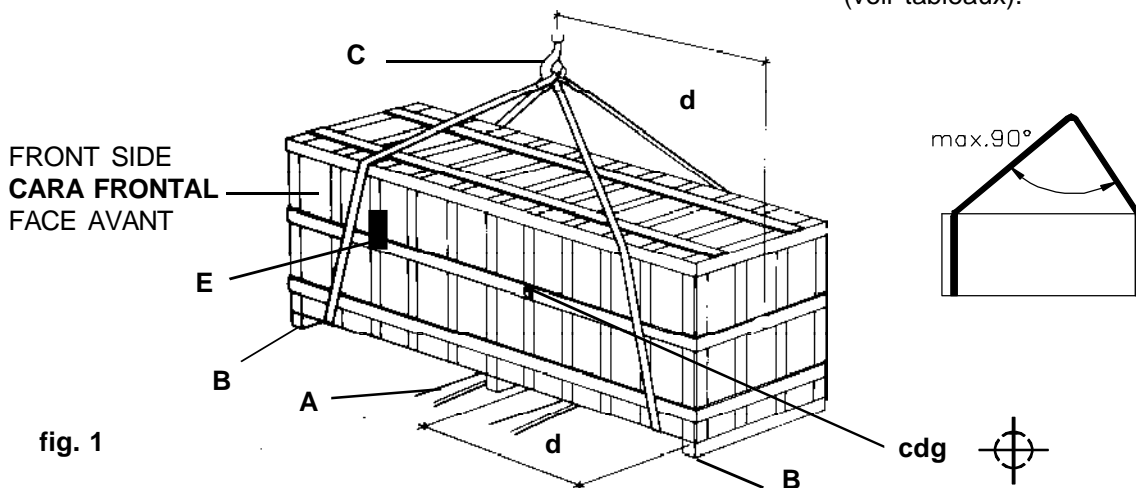

fig. 1
- * TO NOT OVERLOAD THE SLINGS, THE ANGLE FORMED BETWEEN THEM MUST ALWAYS BE LESS THAN 90°. ALWAYS ENSURE THE SLINGS ARE LONG ENOUGH (refer to fig. 1).
- * PARA NO CARGAR EXCESIVAMENTE LAS ESLINGAS, EL ANGULO FORMADO ENTRE ELLAS DEBE SER SIEMPRE INFERIOR A 90°. UTILIZAR ESLINGAS DE LONGITUD SUFICIENTE (ver fig. 1).
- * POUR DIMINUER LA CHARGE SUR LES ESLINGUES IL FAUT QUE L'ANGLE FORMÉ ENTRE ELLES SOIT TOUJOURS INFERIEUR A 90°. UTILISER DES ELINGUES DE LONGUEUR SUFFISANTE (voir fig. 1).
THE FRONT SIDE IS DISTINGUISHED BY THE LABEL INDICATING WEIGHTS AND CENTRE OF GRAVITY ON IT (fig. 1/E).
- * A lift truck (**fig. 1/A**) (refer to caution at the beginning of this section), taking into account the centre of gravity position (**cdg**) indicated by **d** distance on **fig. 1** and the weight (refer to charts).
- * Rotatory plates (**fig. 1/B**) (refer to caution at the beginning of this section) under the crating base (be sure the crating base does not slide).
- * A crane and two resistant slings (**fig. 1/C**) (refer to caution at the beginning of this section), placed under the crating base, taking into account the centre of gravity position (**cdg**) indicated by **d** distance on **fig. 1** and the weight (refer to charts).
LA CARA FRONTAL DE LA MAQUINA SE DISTINGUE PORQUE EN ELLA ESTA COLOCADA LA ETIQUETA INDICADORA DE PESOS Y CENTRO DE GRAVEDAD (fig. 1/E).
- * Una carretilla elevadora (**fig. 1/A**), (ver atención al inicio del apartado), teniendo presente la posición del centro de gravedad (**cdg**) indicada por la distancia **d** de la **fig. 1** y el peso (ver tablas).
- * Tanquetas (**fig. 1/B**) (ver atención al inicio del apartado) colocadas bajo la base del embalaje (asegurarse de que la base del embalaje no deslice).
- * Una grúa y dos eslingas resistentes (**fig. 1/C**) (ver atención al inicio del apartado), pasadas por la parte inferior de la base del embalaje y teniendo en cuenta posición del centro de gravedad (**cdg**) indicada por la distancia **d** de la **fig. 1** y el peso (ver tablas).
LA FACE AVANT DE LA MACHINE EST RECONNAISSABLE A L'ETIQUETTE INDIQUANT LES POIDS ET LE CENTRE DE GRAVITE (fig. 1/E).
- * Un chariot élévateur (**fig. 1/A**) (voir attention au début de cette section), prenant en compte la position du centre de gravité (**cdg**) indiqué par la distance **d** de la **fig. 1** et le poids (voir tableaux).
- * Plateaux roulants (**fig. 1/B**) (voir attention au début de cette section) placés sous la base de l'emballage (s'assurer que la base de l'emballage ne glisse pas).
- * Une grue et deux élingues adaptées (**fig. 1/C**) (voir attention au début de cette section), introduites au dessous de la base de l'emballage et prenant en compte la position du centre de gravité (**cdg**) indiqué par la distance **d** de la **fig. 1** et le poids (voir tableaux).
MOD.	CENTRE OF GRAVITY POSITION POSICION CENTRO DE GRAVEDAD (fig. 1 y 2/d) POSITION CENTRE DE GRAVITE